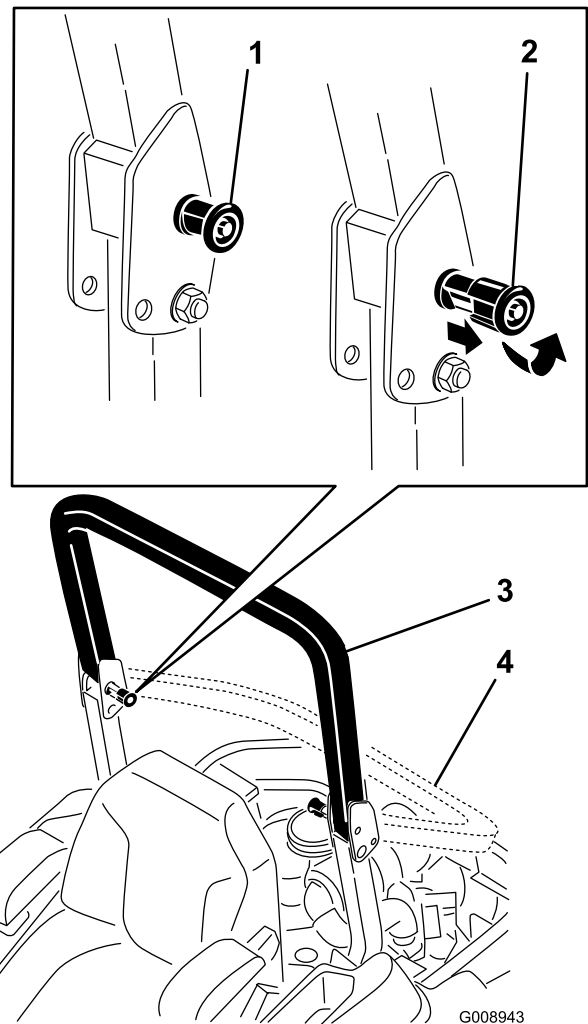

Figura 8
2. Tire de ambos pomos hacia fuera y gírelos 90° para desenganarlos (Figura 8).
3. Baje la barra antivuelco (Figura 8).
4. Para elevar la barra antivuelco, suba la barra a la posición de uso, y gire los pomos para que se introduzcan parcialmente en las ranuras (Figura 8).
5. Eleve la barra a la posición vertical, presionando sobre la parte superior de la misma; las clavijas encajarán en cuanto se alineen con los orificios (Figura 8).